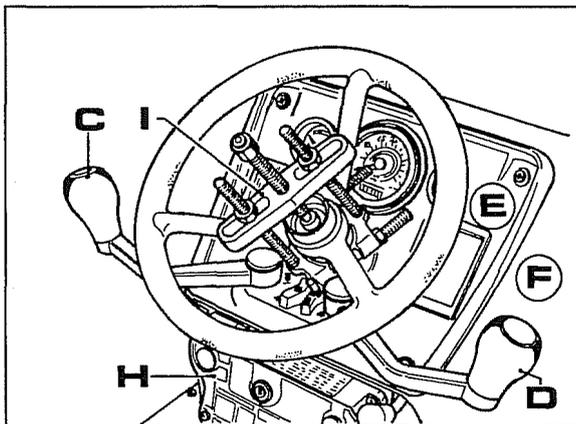

Abb. 9
2. Unter Benutzung des Abziehwerkzeugs, das in Abb. 9 (I) dargestellt ist, das Lenkrad entfernen.
3. Den Gruppenschalthebel **C**, den Gangschalthebel **D** und das Armaturenbrett **E** ausbauen, Abb. 9.
4. Den Zünd-Anlaßschalter **H** Abb. 9 entfernen, dann die Blöcke der vorderen elektrischen Anlage von dem der hinteren elektrischen Anlage trennen.
5. Das Blechteil (oder die Blechteile) **F** Abb. 9 entfernen, die das Armaturenbrett tragen.